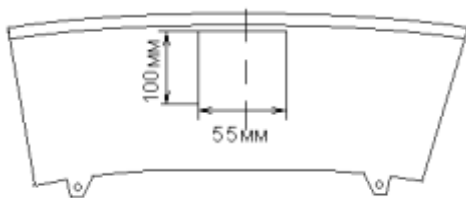

Рис.2
- подключить провода от клемм розетки к бортовой сети автомобиля в соответствии со схемой рис. 2 с помощью разветвителей проводов;
- для выхода держателей шара за бампер в соответствии с рис.2 вырезать отверстие в бампере;